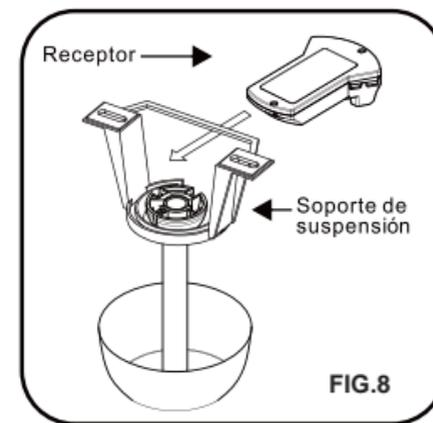

FIG.8
Paso 1. Instale el receptor en la abrazadera de montaje, el lado plano debe quedar hacia arriba. (Fig.8)